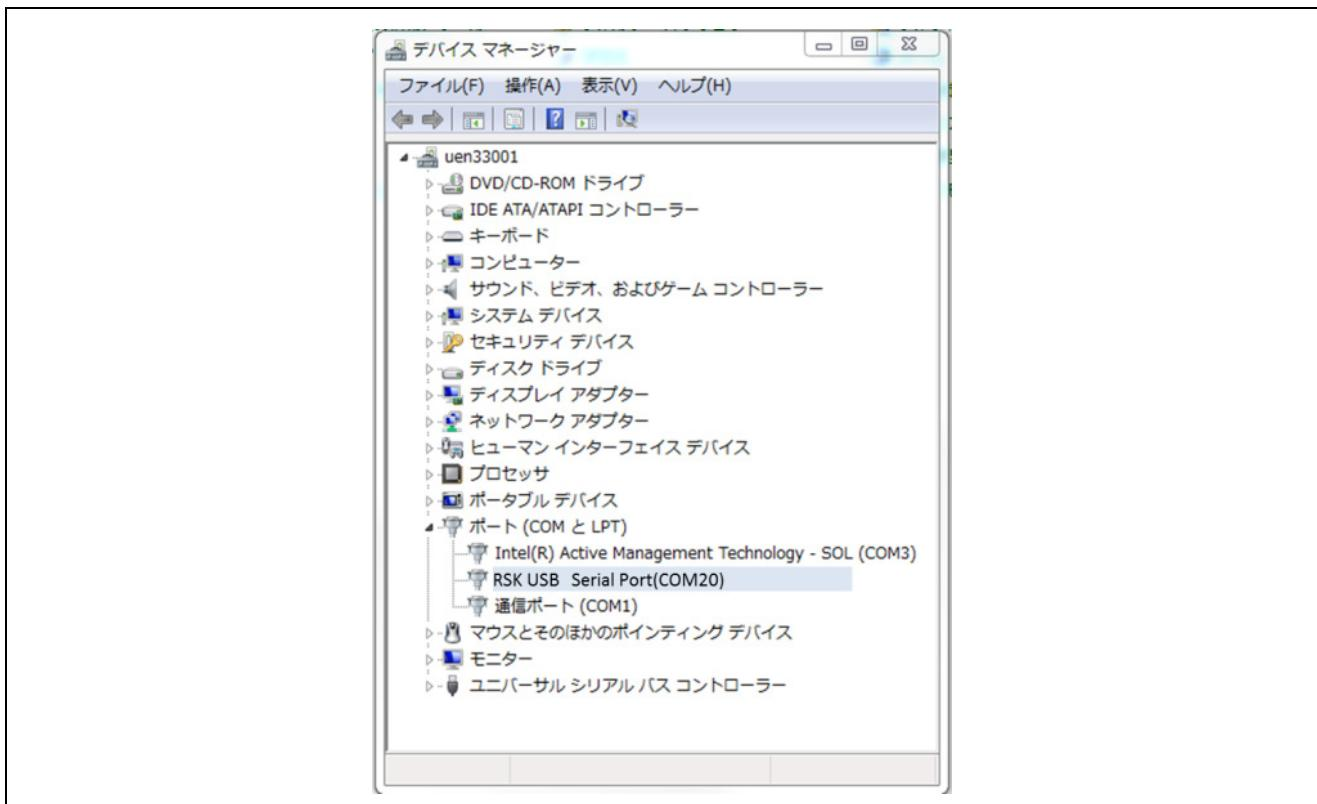

図 5.5 デバイスマネージャー画面
2. Windows PCにて「スタートボタン」→「コントロールパネル」（小さいアイコン表示）→「デバイスマネージャー」の順に選択し、「ポート(COMとLPT)」の項目をクリックしてください。ここでCOMポートが表示されます。再度確認する場合は、USBケーブルを接続し直してください。USBケーブルの接続／切断時、対応するCOMポート番号が表示／非表示されます。図5.5にUSBシリアル接続時のデバイスマネージャー画面を示します。